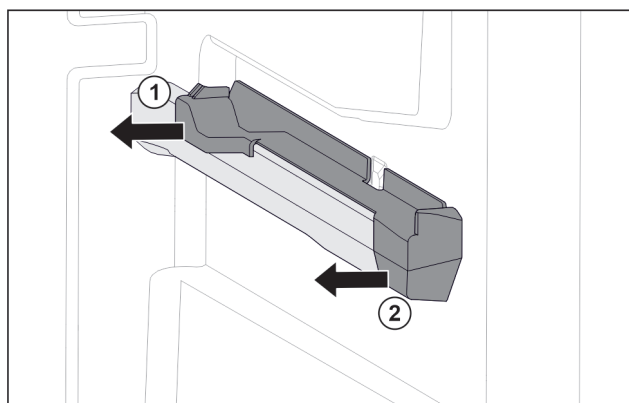

Fig. 219 Pjesa kapëse në brinjën e djathtë të kutisë
- Tërhiqni anash pjesën kapëse në pjesën e pasme. Fig. 219 (1)
- Tërhiqni anash pjesën kapëse në pjesën e përparme. Fig. 219 (2)